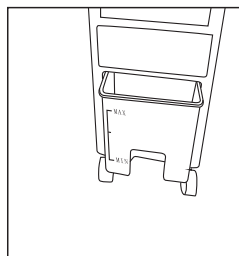

РИС. 3
- 1) Уровень воды в приборе должен находиться между отметками МИН/МАКС (рис.3)